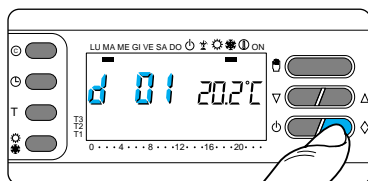

Fig. 32
5.7 - Premere due volte il pulsante \diamond (fig.32).